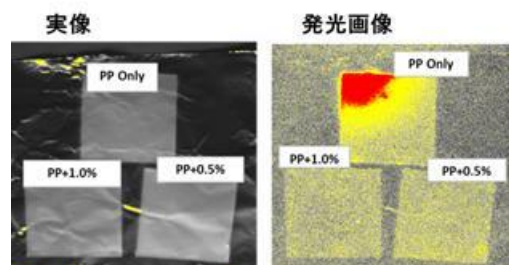

図 2 PP イメージング (左 : 実像、右 : 発光画像)
1. ポリプロピレン (PP) の発光画像 使用機器 : CLA-IMG、CLS-ST3
① PP にヒンダードフェノール系酸化防止剤、Irganox1010 を母材重量に対してそれぞれ、無添加、0.5%、1.0% 添加し混練したサンプルを 160℃ に加熱し、空気雰囲気下で撮影した結果を示す(図 2)。